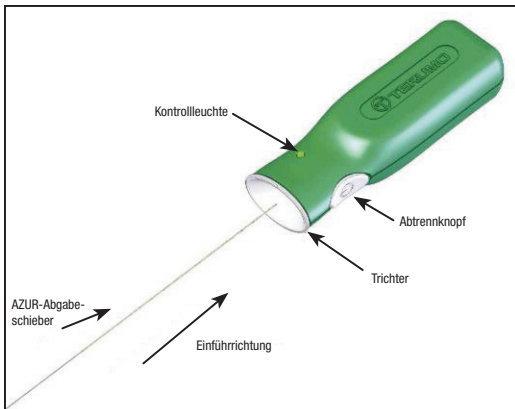

Abbildung 2 – AZUR-Abtrennregler
14. Vor der Verwendung des Produkts das proximale Ende des Abgabeschiebers aus dem Verpackungsband entfernen. Es ist darauf zu achten, dass dieses Ende des Abgabeschiebers nicht mit Fremdstoffen wie Blut oder Kontrastmittel verunreinigt wird. Das proximale Ende des Abgabeschiebers fest in den Trichterabschnitt des AZUR-Abtrennreglers einsetzen. Siehe Abbildung 2. **Den Abtrennkopf zu diesem Zeitpunkt nicht drücken.**
31. Das proximale Ende des Abgabeschleibers mit dem AZUR-Abtrennregler verbinden, indem das proximale Ende des Abgabeschleibers fest in den Trichterabschnitt des AZUR-Abtrennreglers eingeführt wird. Siehe Abbildung 2.